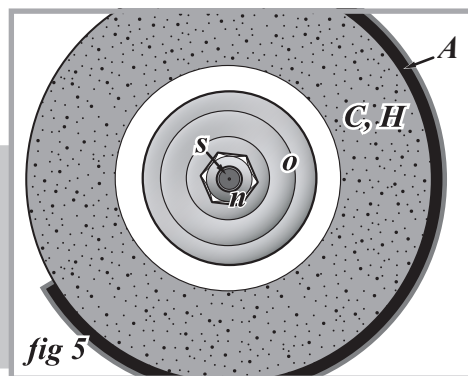

fig 5
4. Retirez l'écrou de blocage (n, fig 5), l'épaule (o, fig 5) et la roue (C & M, fig 5).
- L'arbre (s, fig 5) sur le côté gauche de la meuleuse présente une filetage à gauche. L'écrou est dévissé dans le sens des aiguilles d'une montre.
- L'arbre (s, fig 5) sur le côté gauche de la meuleuse présente une filetage à gauche. L'écrou est vissé dans un sens antihoraire.
8. Remettre le couvercle sur la protection de la meule (A, fig 5).